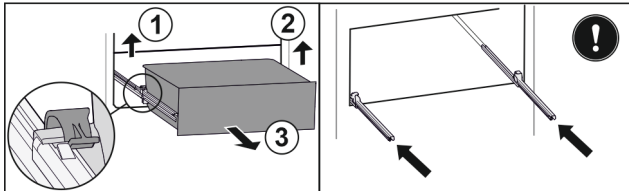

Fig. 43
- ▶ Levante la abrazadera izquierda y tire del cajón izquierdo hacia delante al mismo tiempo. Fig. 43 (1)
- ▶ Levante la abrazadera derecha y tire del cajón derecho hacia delante al mismo tiempo. Fig. 43 (2)
- ▶ Extraiga el cajón hacia delante. Fig. 43 (3)